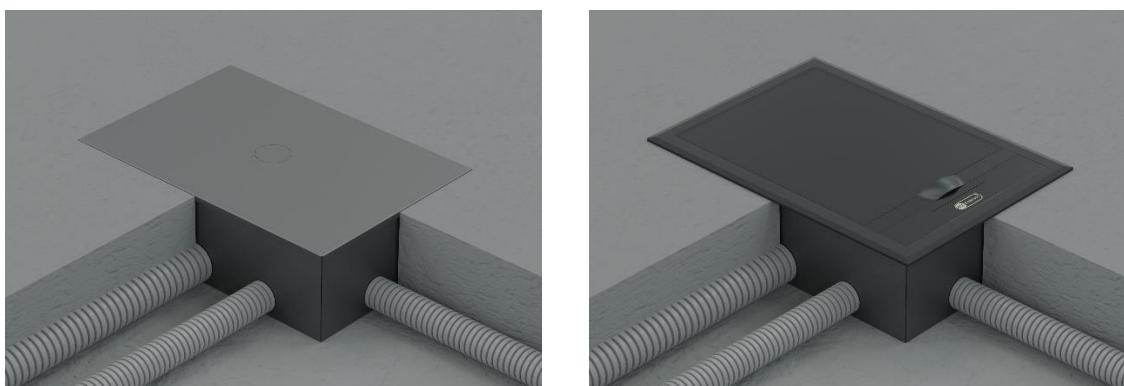

Рис. 4
3. Выполнить заливку раствором наливного пола (*Рис. 4*).